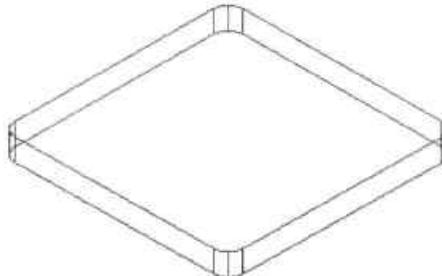

图13-49 为长方体倒圆角
**Step02** 执行“倒圆角”命令，将圆角半径设为5mm，对长方体四个角进行倒圆角操作，如图13-49所示。